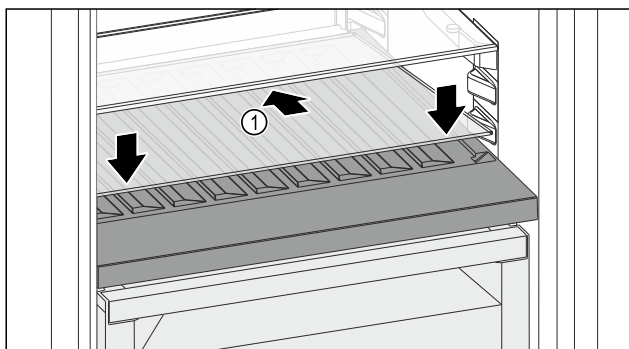

Fig. 190
- Skleněnou desku Fig. 190 (1) zasuňte šikmo a skloněnou dozadu dolů.
- Skleněnou desku Fig. 190 (1) vpředu spusťte dolů.